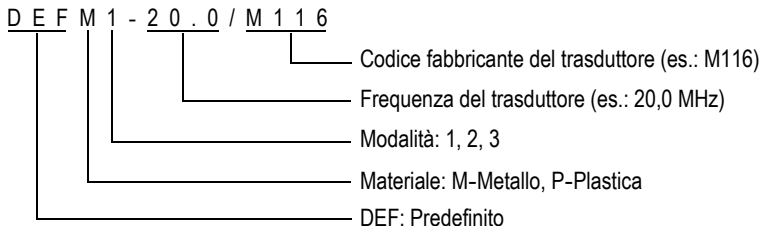

Figura 5-3 Selezione della configurazione predefinita di un trasduttore a singolo elemento
- c) Nella schermata **PREDEFINITO** del tipo di trasduttore che si usa (vedi l'esempio nella Figura 5-3 a pagina 83), nell'elenco di configurazioni predefinite disponibili, selezionare la configurazione per il trasduttore che si vuole usare.